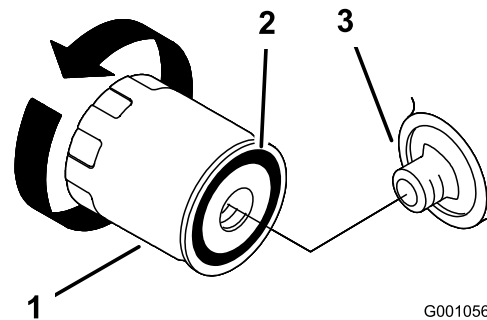

Figura 42
3. Aplique una capa fina de aceite nuevo a la junta de goma del filtro nuevo (Figura 42).
4. Instale el filtro de aceite nuevo en el adaptador del filtro. Gire el filtro en el sentido de las agujas del reloj hasta que la junta de goma entre en contacto con el adaptador del filtro, luego apriete el filtro media vuelta más (Figura 42).